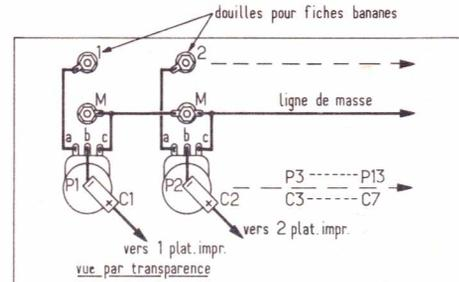

Figure 8
2° Sur la platine verticale (panneau avant), on montera au-dessous de chaque entrée (1), (2)... (7), le potentiomètre correspondant, de  $1 \text{ k}\Omega$ , comme on le montre à la **figure 8** pour des potentiomètres à déplacement circulaire.